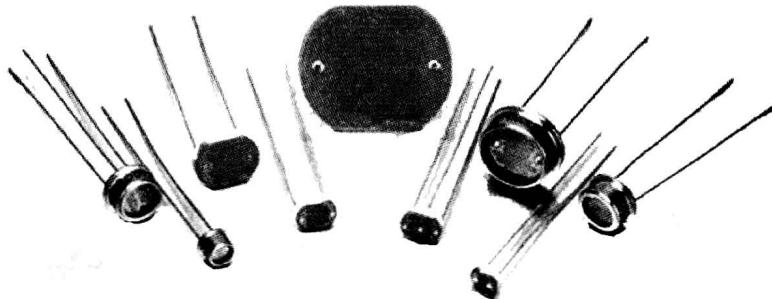

图 1-16 光敏电阻
(5) 光敏电阻。光敏电阻大多是由半导体材料(其特性在模块 3 中详细介绍)制成的，当入射光线增强时，其阻值会明显减小，而光线减弱时，它的阻值会显著增大，如图 1-16 所示。